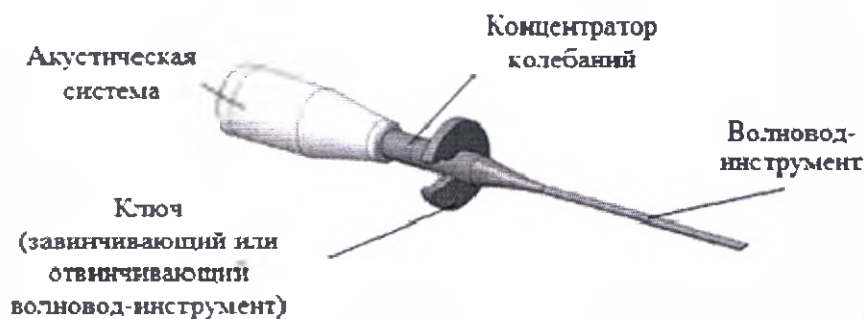

Рис. 6. Схема подсоединения волновода-инструмента к акустической системе
6) Необходимый волновод-инструмент подсоединяют с помощью ключа к акустической системе (согласно рис. 6).